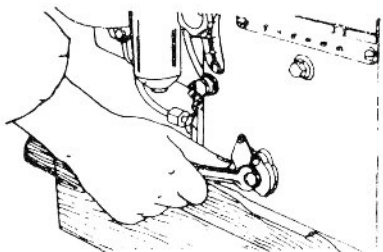

Fig. 6 - Bombeamento manual de Injeção de combustível.
(7) Colocar a alavanca do acelerador na posição mediana. Solte a porca da bomba manual de combustível e com uma chave de boca e movimento como uma manivela “para lá e para cá”, até notar que o combustível flui. Depois, aperte novamente o parafuso e movimento novamente a manivela até notar um ruído característico (fig. 6).